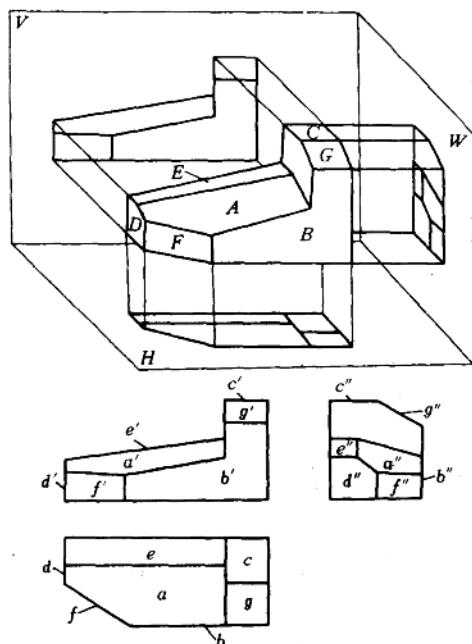
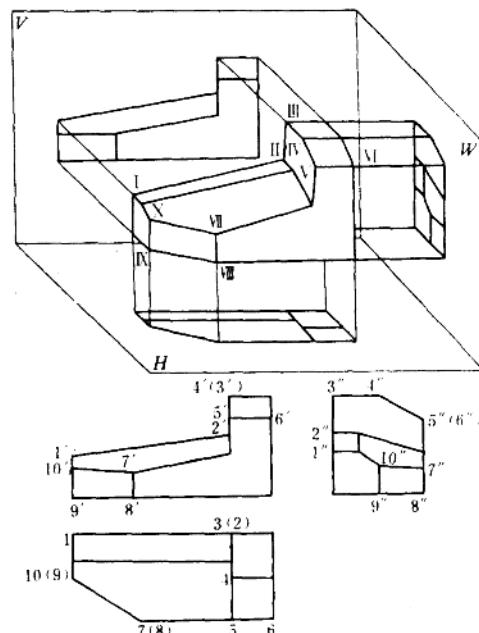

图 1-5 直线在三个投影面中的投影
图 1-6 平面在三个投影面中的投影
1) 直线在三投影面中的投影 如图 1-5 所示
① 一般位置直线 如 W X 直线。投影特性是：在三个投影面上的投影均为倾斜的线，且线长小于实长。
② 投影面平行线 分三种：正平线，如 I—I 直线；水平线，如 VII—IX 直线；侧平线，如 IV—V 直线。投影特性是：在所平行的投影面上的投影是一条斜线，反映实长，其余两个投影是横平线或竖直线，且不反映实长。
③ 投影面垂直线 分三种：正垂线，如 III—IV 直线；铅垂线，如 VII—VII 直线；侧垂线，如 V—VI 直线。投影特性是：在所垂直的投影面上的投影积聚成一点，其余两投影是横平线或竖直线且反映实长。
2) 平面在三投影面中的投影，如图 1-6 所示。